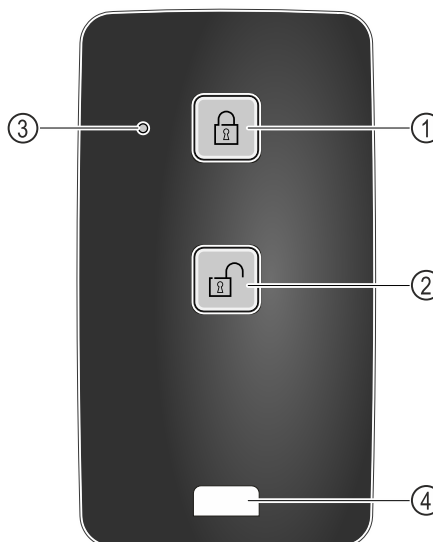

Fig. 219
- (1) Låse låsen
- (2) Låse opp låsen
- (3) Statuslysdioder
- (4) Festering
- ▶ Trykk på knappen Fig. 219 (1) på fjernkontrollen.
- ▶ Trykk på knappen Fig. 219 (2) på fjernkontrollen.
- ▶ Statuslysdioden Fig. 219 (3) gir en visuell tilbakemelding når en knapp trykkes.
- ▶ Ring Fig. 219 (4) for feste av fjernkontrollen, for eksempel på en nøkkelring.